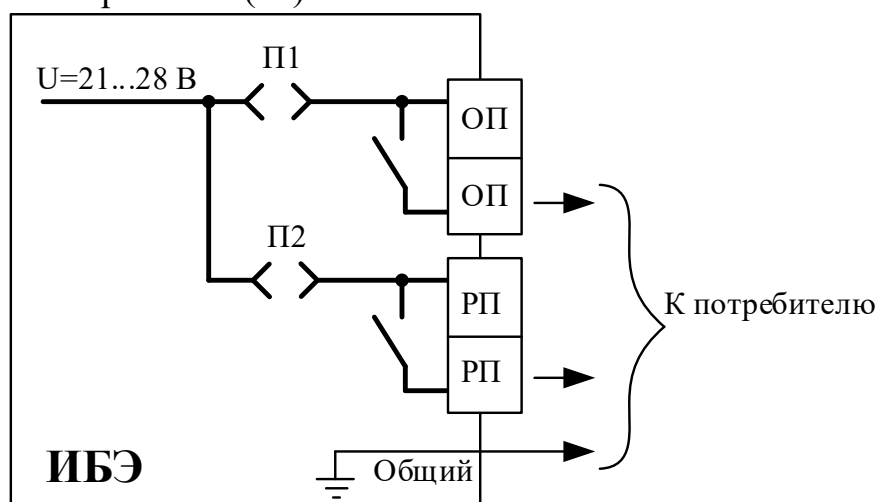

Рисунок 1
- Для удобства подключения цепей состояния питания изделия к соответствующим входам потребителя на плате изделия имеются две перемычки П1 и П2, установка которых обеспечивает подачу напряжения на один из контактов каждого реле (см. Рисунок 1). Соответствующие выходы отмечены на печатно плате стрелками (→).